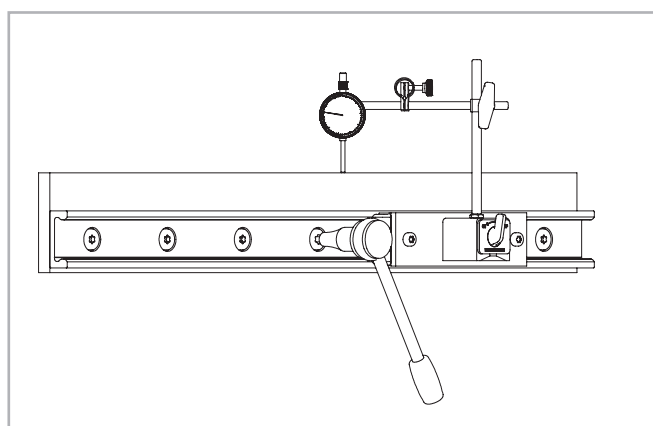

Рис. 68
(2) Установить на каретку измерительный прибор, позволяющий определить расстояние между направляющей и опорной линией на несущей поверхности. Переместить каретку в среднюю часть направляющей, обнулить показания прибора. Далее, перемещая каретку по длине направляющей, выставить последнюю по положению таким образом, чтобы прибор показывал "0" по всей длине направляющей. Затем несколько раз переместить каретку в пределах двух промежутков между тремя наиболее близкими к середине направляющей крепёжными винтами. Убедившись, что прибор показывает "0", затянуть эти винты заданным усилием (рис. 68);